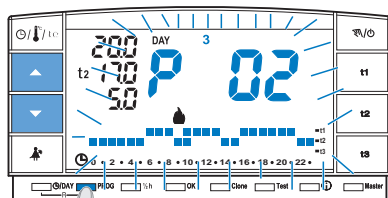
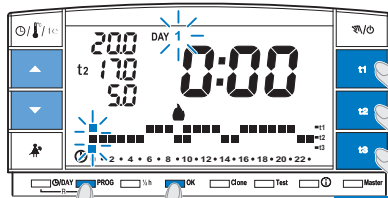

fig. 14
fig. 15
- Per modificare le impostazioni precedentemente salvate del programma **P01**, **P02** o **P03**, premere il tasto **PROG** per entrare in visualizzazione programmi, premere i tasti ▲▼ (oppure PROG ad impulsi) sino a quando sul display appare il numero del programma che si vuole modificare (**P 01** o **P 02** o **P 03**) fig. 14, premere il **tasto OK** (oppure il tasto PROG) **per 4 secondi** per accedere alla modifica (esempio in fig. 15); se il giorno da modificare non fosse Lunedì premere una o più volte OK fino a selezionare il giorno desiderato.
- Procedere alla modifica del profilo giornaliero utilizzando i tasti **t1**, **t2** o **t3** (esempio in fig. 15).